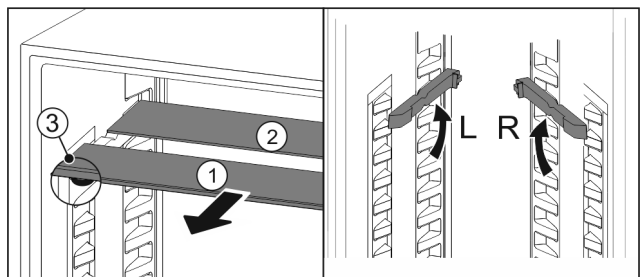

Fig. 35
- ▶ Издърпайте Fig. 35 (1) поотделно стъклените плочи напред.
- ▷ Стъклената плоча Fig. 35 (1) с декоративната лайстна е отпред.
- ▷ Ограничителите Fig. 35 (3) сочат надолу.